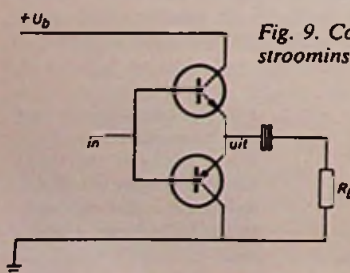
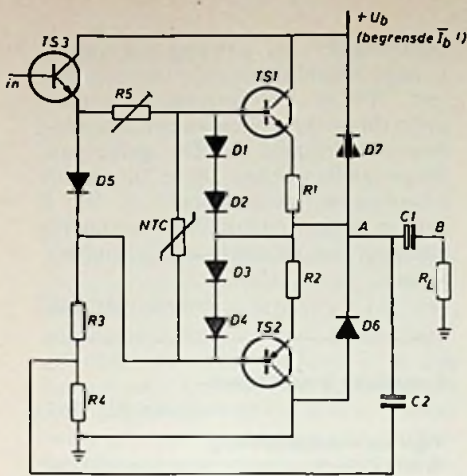
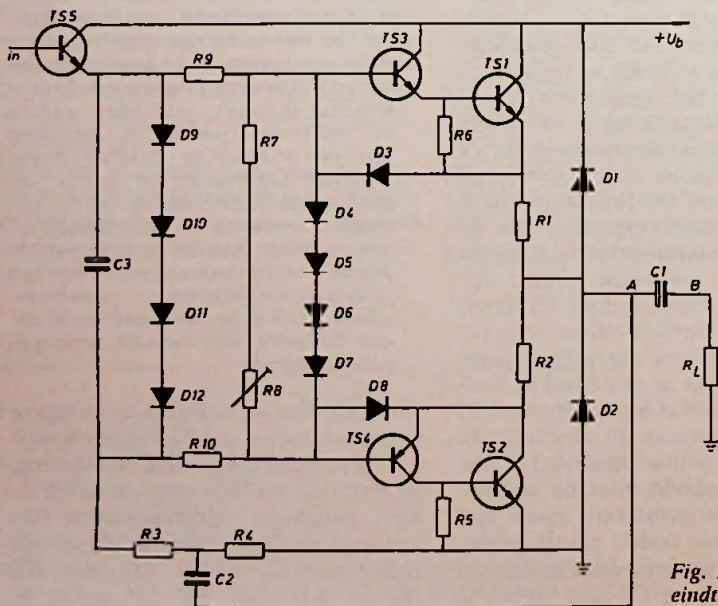

Fig. 9. Complementaire trap zonder nulstroominstelling.
Fig. 11. Complementaire eindtrap met nulstroominstelling, piekstroombewijling en bewijling tegen opgedrukte spanning.
Fig. 12. Variant op de eindtrap van fig. 11.
insturing erbij (zie ook fig. 1). Daarom zullen wij in het kort enkele in de praktijk voorkomende schakelingen voor dit deel bespreken. Om enige begrippen hierbij te kunnen introduceren gaan wij uit van het schema van fig. 9.
De in fig. 9 afgebeelde schakeling is een zogenaamde complementaire eindtrap zonder nulstroominstelling. De spanning bij „in” is, afgezien van de junctiespanningen van beide transistoren, gelijk aan die bij „uit”. De maximale uitgangswisselspanning is, afhankelijk van de voedingsspanning, verminderd met de minimale spanningen over de beide eindtransistoren (0,5 V...2 V) volgens de formule:
mits uiteraard aan (16) wordt voldaan. Naast deze zeer elementaire beveiligingen moet er tevens voor worden gezorgd, dat de eindtrap tegen opgedrukte spanningspieken wordt beveiligd, hetgeen vrij gemakkelijk is te realiseren door middel van twee dioden. Fig. 9 is ook zeer instructief ten aanzien van het probleem van de cross-over vervorming. Teneinde dit duidelijk te maken denken wij ons een instuurspanning bij „in” van de vorm zoals in fig. 10a. Als u_i de spanningsdrempel van de basis-emitterjunctie van de eindtransistoren voorstelt, dan krijgen wij bij „uit” een spanning zoals in fig. 10b. Inductieve belasting zowel als tegenkoppeling kunnen dan leiden tot nog ernstiger vervorming zoals weergegeven in fig. 10c. Behalve deze cross-over vervorming draagt dit effect ook nog bij tot de zogenaamde intermodulatievervorming, waarbij, indien het ingangssignaal twee frequenties bevat, in het uitgangssignaal behalve harmonischen van deze frequenties ook de verschil en somfrequentie van deze frequenties eventueel ook met hun harmonischen voorkomen.
bereikt door een zekere ruststroom door de eindtrap en door de juiste keuze van de instuurconfiguratie om de voorinstelling zo stabiel mogelijk te houden. Als laatste punt roeren wij dan nog de stroomversterking van de eindtrap aan, om in termen van fig. 9 te spreken: de impedantie die wordt gezien bij „in” dient bij een gegeven uitgangsbelaasting zo hoog mogelijk te zijn wat in dit geval neerkomt op een zo groot mogelijke versterkingsfactor van de eindtransistoren. Dit is behalve voor de dimensionering van de stuurtrap van belang voor de intermodulatievervorming.
Onder inachtnaam van de hierboven genoemde problemen gaat de schakeling van fig. 9 er in een praktisch geval uitzien als in fig. 11. Wij zien hier spanningsinsturing door de emittervolger TS3. De eindtransistoren TS1 en TS2 zijn hier germaniumtypen, zodat de nulstroominstelling plaats kan vinden door de combinatie van de instelpotmeter R5 en de siliciumdiode D5. De NTC zorgt voor thermische stabiliteit van de nulstroom. Bij stijgende temperatuur van de eindtransistoren neemt de weerstand af, zodat eveneens de instelstroom door de eindtransistoren afneemt (vooral van belang bij germanium waar gemakkelijk thermische instabiliteit optreedt). De piekstroombewijling wordt verzorgd door de combinatie van de weerstanden R1 en R2 en de dioden D1 t/m D4 en werkt als volgt.
Indien de stroom door één der eindtransistoren zo groot wordt, dat de spanningsval over de bijbehorende weerstand, vermeerderd met de basis-emitter-spanning, gelijk wordt aan de som van de junctiespanningen van de twee bijbehorende dioden, dan kan de stroom niet verder meer toenemen. Behalve met een praktische uitvoering van nulstroominstelling en piekstroombewijling maken wij in fig. 11 nog kennis met een ander belangrijk punt de z.g. boost-trap, bestaande uit de elco C2 in combinatie met de weerstanden R3 en R4 welke samen de emitterweerstand van TS3 vormen. De functie van deze schakeling is het vergroten van de maximale uitstuurmogelijkheid, in dit geval naar de aard-zijde zonder dat hiervoor de ruststroom door TS3 hoeft toe te nemen. Immers indien de spanning bij A, afgezien van verzadigingspanningen, gelijk is aan ofwel de voedingsspanning ofwel het aardpotential is de uitgangsstroom in absolute zin maximaal (bij ohmse belasting). Deze piekwaarde, gedeeld door de versterking der eindtransistoren, moet dan door R3 vloeien, zodat, om de uitsturing niet te beperken, deze weerstand bij afwezigheid van C2 zeer klein zou
moeten zijn. R4 zou dan moeten vervallen, terwijl de dissipatie in zowel TS3 als R3 zeer groot zou zijn. Nu echter C2 aanwezig is blijft de spanning over R3 ongeveer constant zodat de stroom, die erdoor loopt, ook ongeveer constant is. Hierdoor kan zodanig worden gedimensioneerd, dat de stroom door R3 in rusttoestand, vermenigvuldigd met de minimale stroomversterking van TS2, niet groter hoeft te zijn dan de maximaal gewenste uitgangsstroom (topwaarde). De verhouding tussen R3 en R4 loopt in de praktijk van 2 : 1 tot 3 : 1. Gelijkspanningstegenkoppeling dient op punt A aan te grijpen terwijl de wisselspanningstegenkoppeling i.v.m. eventuele vervorming van de uitgangselco C1 bij voorkeur uitgaat van punt B. De dioden D6 en D7 zijn van een zwaarder type dan D1 t/m D5 en dienen ervoor de eindtrap tegen opgedrukte spanningen te beschermen, waarvan de maximale stroom die der dioden niet te boven gaat. Ondanks de betrekkelijke eenvoud wordt de schakeling van fig. 11 zeer zelden boven 10 watt uitgangsvermogen toegepast. Redenen hiervoor zijn:
- 2c Nulstroominstelling en de stabiliteit ervan zijn mede doordat de basis-emitterjuncties van de eindtransistoren met hun temperatuurafhankelijke spanningsdrempel zich in het stroombepalend circuit bevinden een tamelijk gecompliceerd probleem. Het toepassen van zgn. complementaire darlington's, dat schijnbaar een oplossing van het eerste probleem levert maakt het tweede probleem, mede met het oog op cross-over vervorming, zeer groot. Ingeval van toepassing van complementaire vermogentransistoren in de eindtrap zijn er heel wat betere configuraties te bedenken voor de hogere vermogens, waarbij de eindtransistorjuncties niet bepalend zijn voor de instelling. Deze zijn echter wezenlijk kostbaarder en anders van structuur dan de schakeling van fig. 11.
uitstek geschikt zijn voor schakelingen als in fig. 11. Voor degenen die wat willen experimenteren met deze schakeling kan worden geadviseerd:
Een schakeling waarbij voornamelijk het eerste bezwaar van de voorafgaande enigszins wordt ondervangen is die welke in fig. 12 is weergegeven. De meeste in de handel zijnde versterkers hebben voor wat betreft de configuratie van de laatste vier transistoren (TS1 t/m TS4) dezelfde schakeling welke de conventionele quasi-complementaire schakeling vormt. De piekstroombeweiliging welke hier asymmetrisch is, wordt gevormd door de dioden D3 t/m D8 in combinatie met R1 en R2 welke weerstanden niet gelijk zijn. De nulstroominstelling wordt verzorgd door de dioden D9 t/m D12 in combinatie met R7 t/m R10. Teneinde de temperatuurstabiliteit te verbeteren kan R7 een temperatuurgevoelige weerstand zijn (afhankelijk van de plaatsing en de gestelde eisen een PTC of NTC). De elco C3 dient ervoor de nulstroominstelling te stabiliseren en de invloed van de momentele stroomwaarde door TS5 te elimineren. De combinaties TS1-TS3 en TS2-TS4 gedragen zich ruwweg als complementaire transistoren echter
met een hogere versterkingsfactor. In wezen is de schakeling van fig. 11 dus gelijk aan die in fig. 12.
De transistoren TS3 en TS4 moeten complementair zijn, terwijl de transistoren TS1 en TS2 gelijk moeten zijn. Bezwaren van de schakeling in fig. 12 zijn:
2e de eigenlijk nog te geringe stroomversterking waardoor de belasting van TS5, vooral bij kortsluiting, vrij hoog kan worden. Eveneens blijft de noodzakelijke nullast dissipatie in deze transistor vrij hoog. De uitstuurbaarheid is geringer dan die van de schakeling in fig. 11.